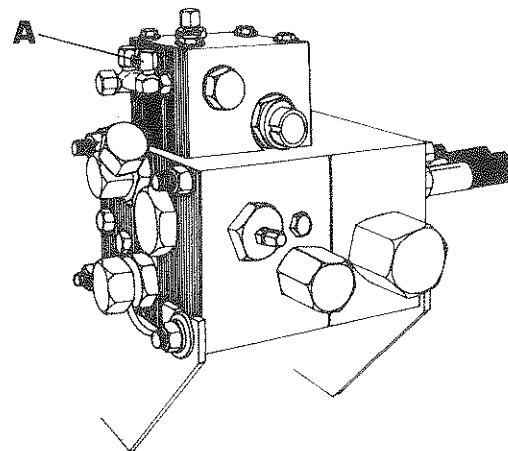

Fig. 51
2. Enlever le capuchon JIC à l'orifice 'A' de la gauge de tension, voir Fig. 51.